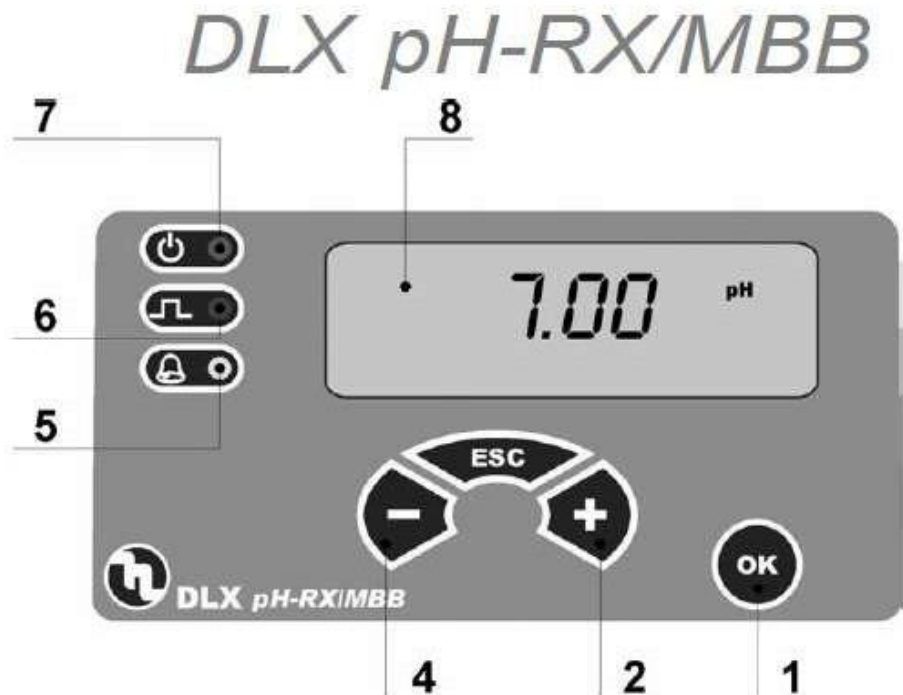

Рис. 11
6.1. КНОПКИ УПРАВЛІННЯ НАСОСОМ (Рис.11)